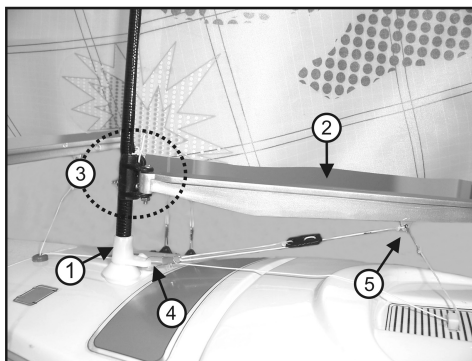

Figura 6
- Inserire l'albero, come illustrato nella Figura 6, Pos. 1, nel foro della staffa dell'albero sul ponte superiore.
- Fissare la traversa (2) della randa (denominata nel linguaggio marinaio „albero“) all'albero con una vite/dado M2 (Figura 6, Pos. 3).
- Per controllare l'angolo di attacco della randa, l'albero deve essere collegato come mostrato nella Figura 6, Pos. 5 ancora con la fune di comando del verricello collegata.